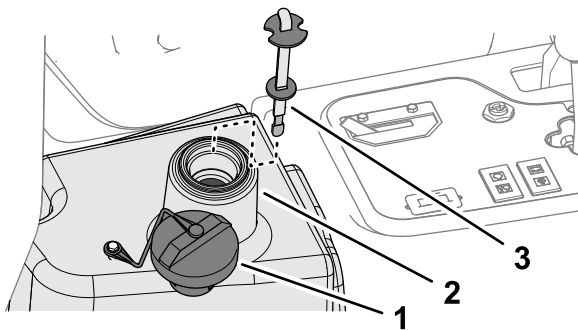

Figure 88
2. Nettoyez la surface autour du goulot et du bouchon de remplissage du réservoir hydraulique (Figure 88), et enlevez le bouchon.